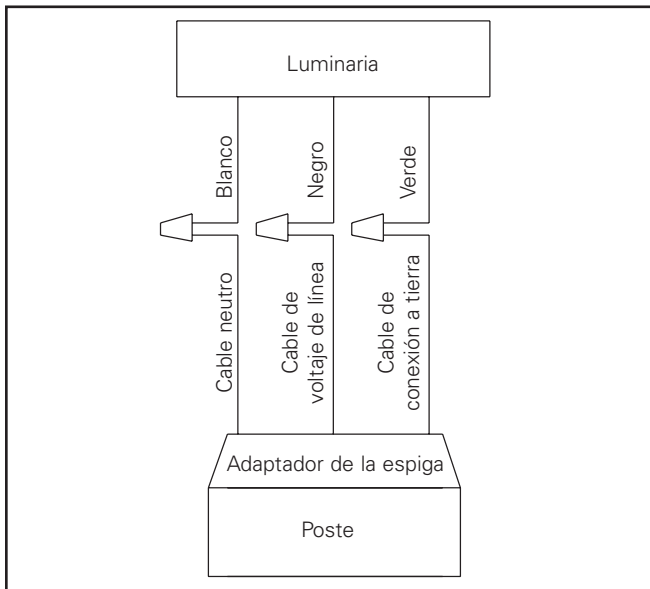

Figura 17.
5. Tire de los terminales de alimentación de la parte inferior de la luminaria y conecte los cables de alimentación del poste. (Figura 17.)